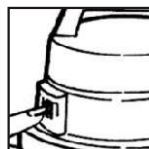

FIGURA 5
6. Acessório para limpeza de estofados (Figura 5);
Monte os acessórios. Antes de ligar o equipamento, certifique-se de que o interruptor esteja na posição 0 (desligado). Conecte o plug à tomada e acione o interruptor (Figura 5) através da tecla I (ligado)
- 1.6 Conectar o plug do aspirador a tomada, acionado em seguida o(s) interruptor(es) do(s) motor(es) (Figura 5);